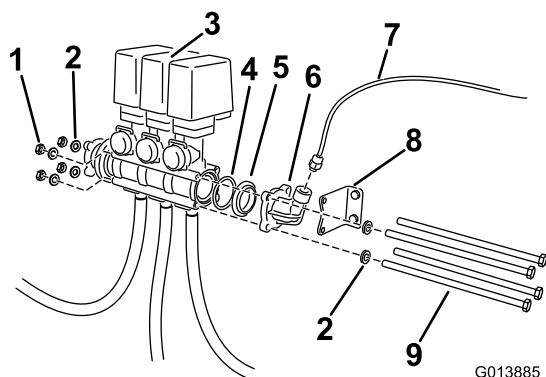

Figura 5
3. Togliete i bulloni lunghi e gli elementi di fissaggio che reggono il gruppo valvola (Figura 5).
4. Rimuovete l'attacco per l'indicatore di pressione e l'adattatore maschio a maschio (Figura 5).